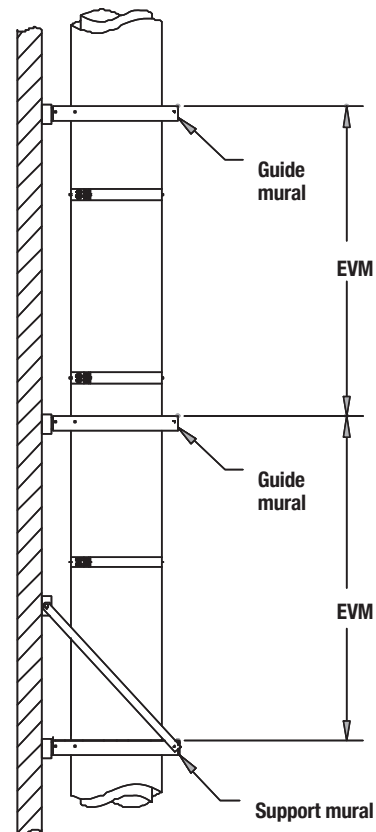

Figure 28 - Emplacement d'un guide mural
2. L'emplacement correct du guide mural est immédiatement en dessous d'une bride de sécurité. La bride de sécurité doit pouvoir se déplacer sans interférer avec le guide en cas de dilatation thermique. Voir **Figure 28** - Emplacement d'un guide mural.